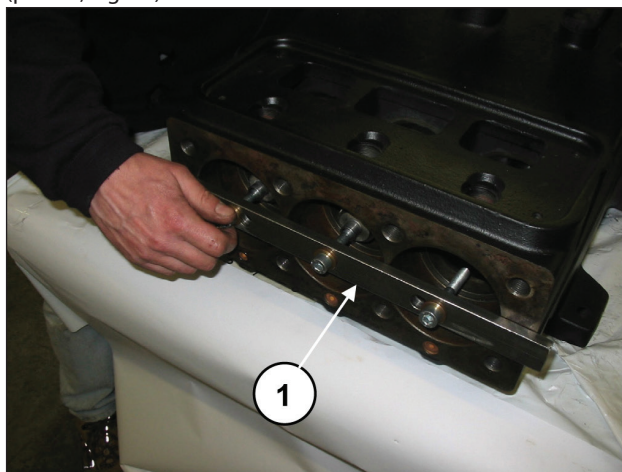

Fig. 26
Fare avanzare le semibielle nella direzione della parte idraulica per permettere la fuoriuscita dell'albero. Per facilitare l'operazione utilizzare l'apposito attrezzo (cod. 27566200), (pos. ①, Fig. 26).